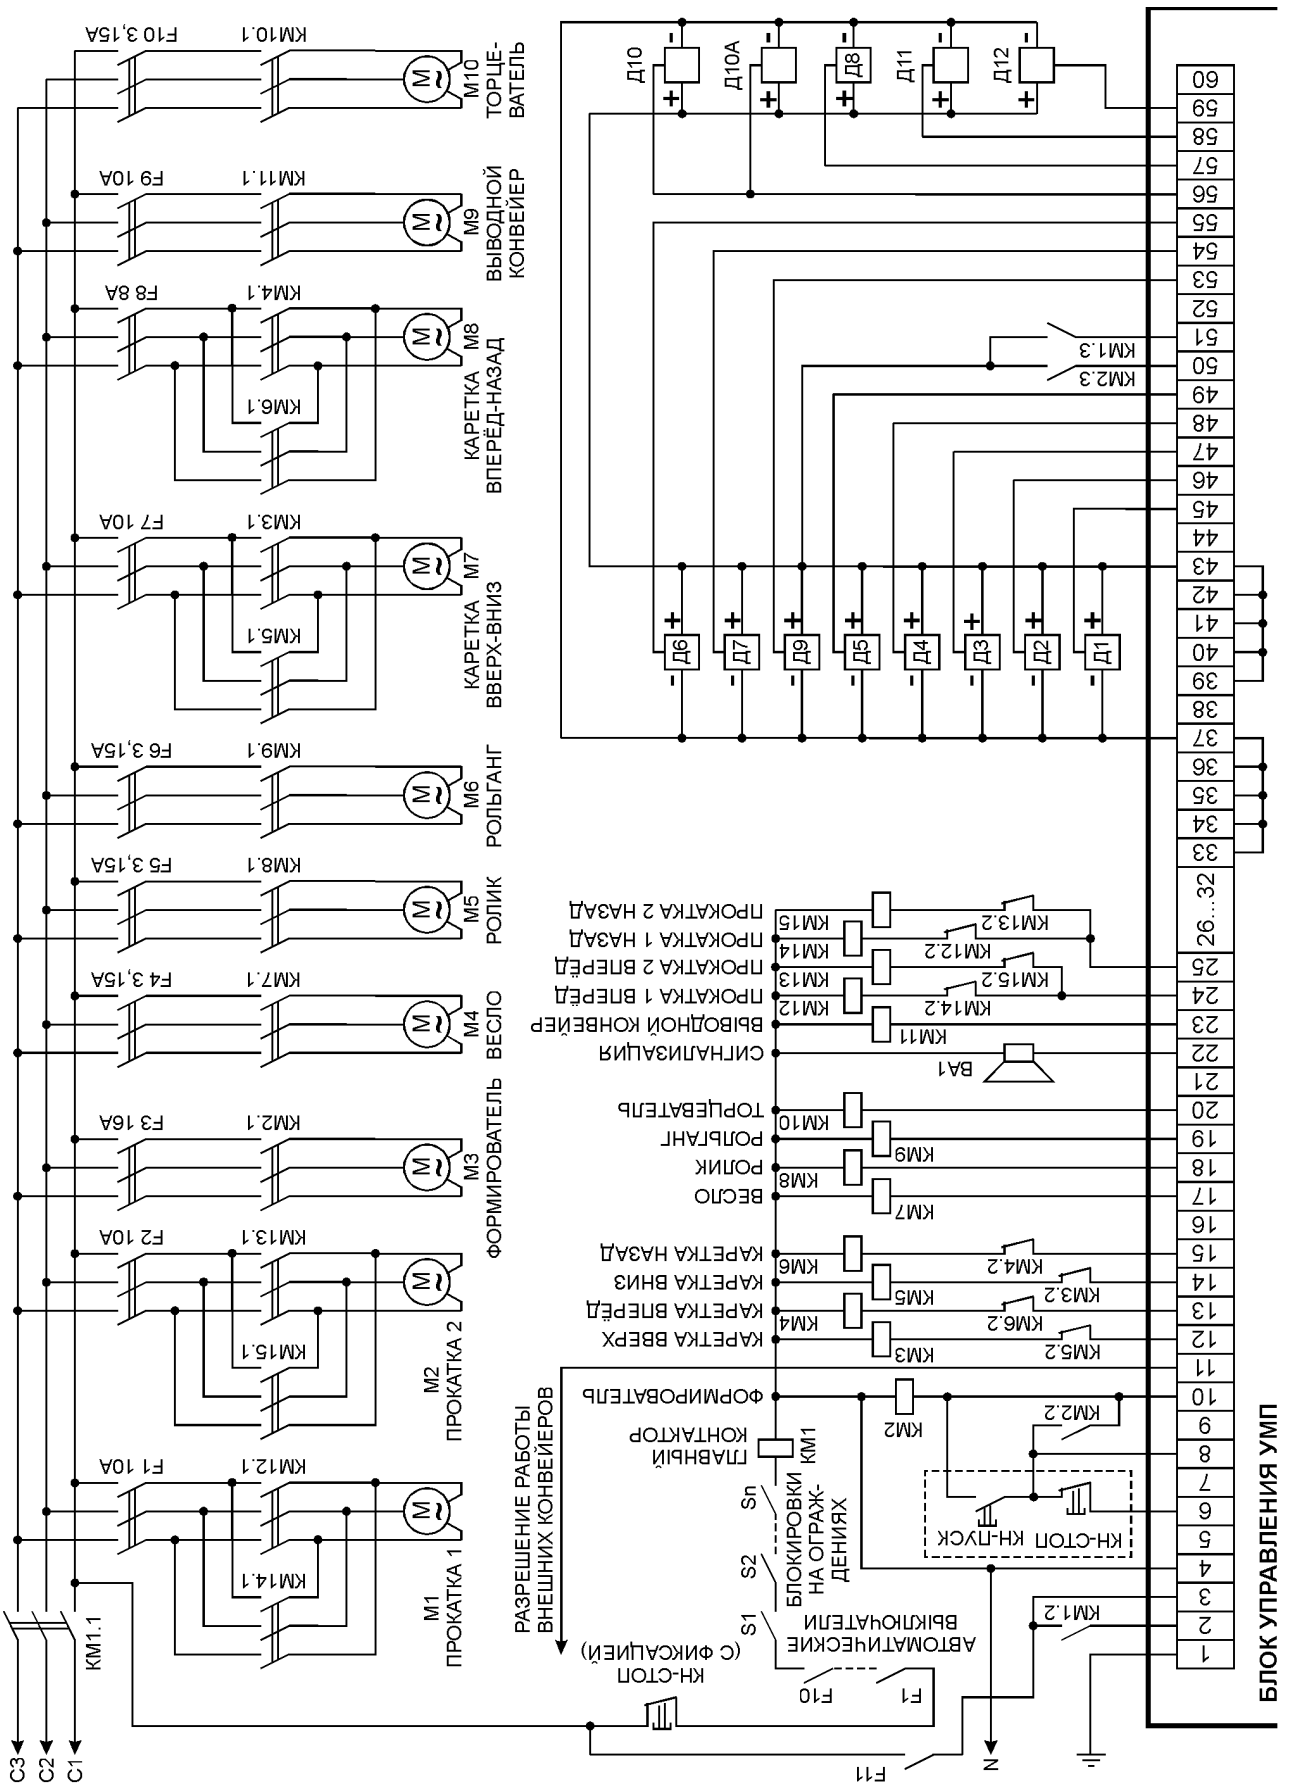

Рис. 10. Схема подключения датчиков и исполнительных устройств к клеммам блока УМП.
Схема подключения датчиков и исполнительных устройств к клеммам блока УМП приведена на рис. 10.
Прокатка состоит из двух механизмов [ролики 1 и конвейер 2 на рис. 1], вращающихся в противоположных направлениях. На рис. 10 пускатели «ПРОКАТКА 1 ВПЕРЁД» и «ПРОКАТКА 1 НАЗАД» обеспечивают управление роликами прокатки, а пускатели «ПРОКАТКА 2 ВПЕРЁД» и «ПРОКАТКА 2 НАЗАД» управляют конвейером прокатки. Стрелками на рис. 1 показано направление, соответствующее движению прокатки **ВПЕРЁД**.
При аварии останавливаются прокатка, формирователь, рольганг и выводной конвейер; каретка останавливается в текущем положении; с клеммы 11 [рис. 10] блока УМП снимается фаза, разрешающая работу внешних конвейеров.
4. Нажать кнопку «Пуск формователя» [поз. 23] или кнопку «Пуск» на внешней кнопочной станции, подключенной согласно рис. 10 между клеммами 6, 8 и 10 блока УМП.
При остановке машины останавливаются прокатка, формователь, рольганг и выводной конвейер; каретка останавливается в текущем положении. Внешние конвейеры не останавливаются - фаза, разрешающая работу внешних конвейеров, остаётся на клемме 11 [рис. 10] блока УМП.
1. Нажатием кнопки «Стоп формователя» [поз. 24 на рис. 8] или кнопки «Стоп» на внешней кнопочной станции, подключенной согласно рис. 10 между клеммами 6, 8 и 10 блока УМП. При этом напряжение электропитания с блока не снимается и индикаторы на лицевой панели продолжают гореть. В каком-бы положении не находилась каретка в момент остановки машины данным способом, при дальнейшем запуске каретка автоматически займёт исходное положение, в котором она должна находиться при наборе слоя.